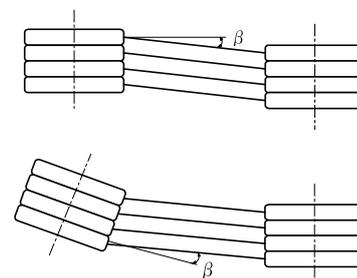

Abb. 11
- Die Parallelabweichung der beiden Riemenscheiben muss weniger als 20' betragen (Abb. 11).
Hinweis 1: Bei vertikalen Getrieben ist eine Druckscheibe (B) zu montieren, um ein Bewegen des Getriebes bei Lockerung der Sicherungsschraube (ZS) zu vermeiden (Abb. 11).
1. Wenn die anzutreibende Welle (Bild 11) keine Schulter hat, muss ihr Sitz bei Montage mit einem Distanzring (h) gesichert werden. (Der Distanzring (h) gehört nicht zum Lieferumfang des Getriebes.)